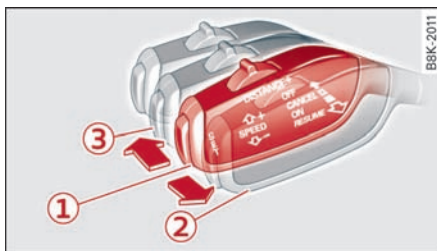

图 132 选档杆
- ▶ 把操纵杆向胸前拉到位置 **②** ⇒ 图 132。